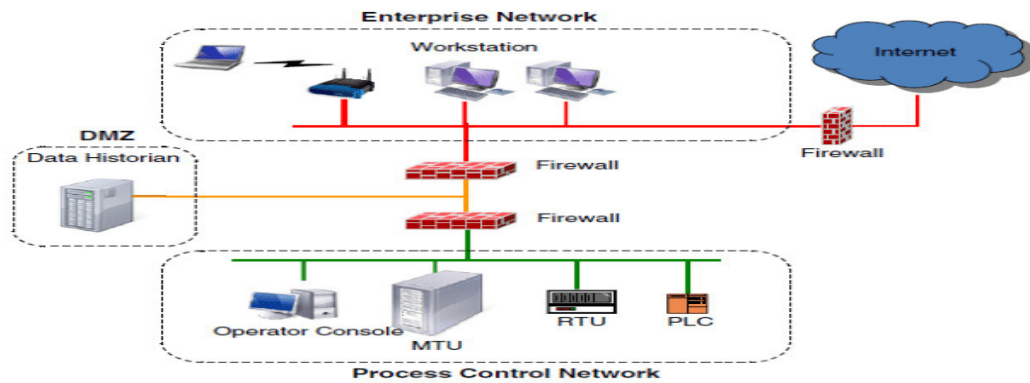

Figure 5
- Décomposer le réseau en zones physiques ou logiques ayant des exigences de sécurité similaires (voir figures 5,6 et 7).